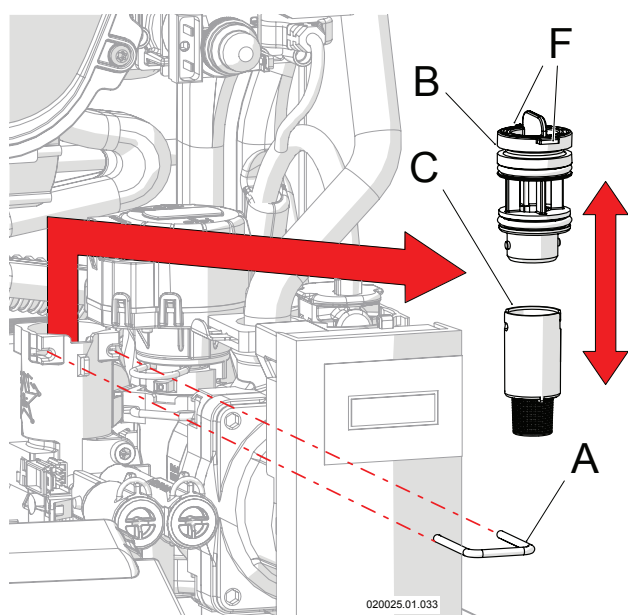

Figure 8-15 - Démontage du débitmètre
Le débitmètre sert à mesurer le débit d'eau chaude sanitaire. S'il est nécessaire de le remplacer, procéder de la manière suivante (se référer à la figure 8-15) :
- 7.- pendant le remontage, il faut faire correspondre les deux ailettes du débitmètre (détails « F » de la Figure 8-15), avec les respectifs logements présents sur le groupe hydraulique (la plus grande vers l'avant de l'appareil et la petite derrière).